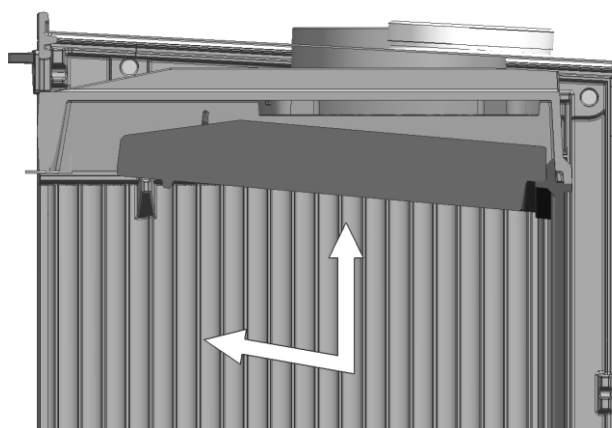

Fig. 1
1. A – Deslizar a placa deflectora para a frente e para cima até retirar os pivôs dos laterais dos alojamentos do próprio deflector (Fig.1)
- a) Mantenha afastado qualquer material combustível (móveis, cortinas, roupas, etc.), a uma distância mínima de segurança de 0,90m (Fig. 1).